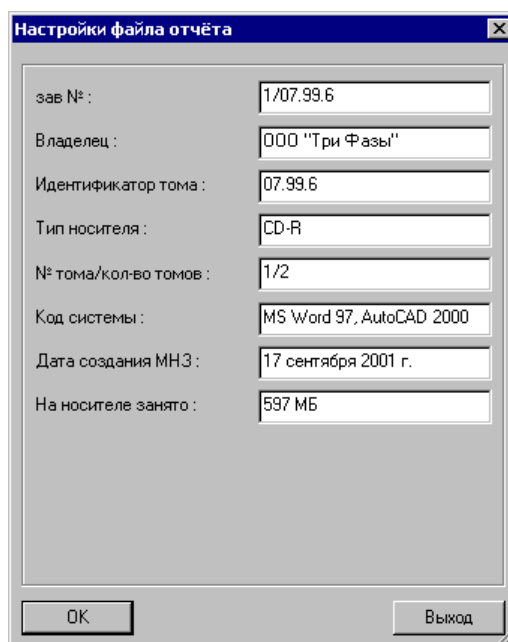

Рис. 6 Настройка заголовка Ведомости МНЗ.
- Кнопка «Настройки файла отчета» - вызывает диалоговое окно настройки заголовка Ведомости МНЗ (Рис. 6).